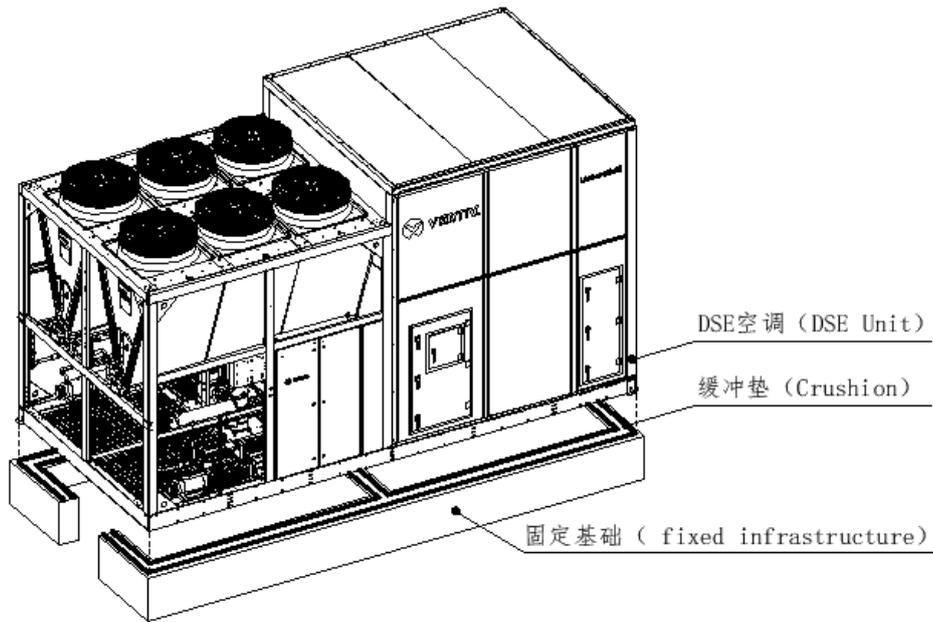

图2-8 缓冲垫示意图
- 1、如图 2-8 所示, 在混凝土底座和 DSE 机组底座之间放置厚度 $\geq 15\text{mm}$ 橡胶缓冲垫。